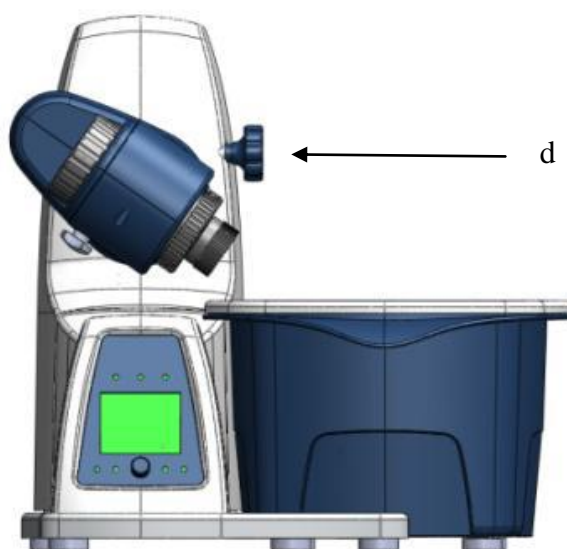

Рис.8
- ф) Установите двигатель под углом 30° (Рис.8).